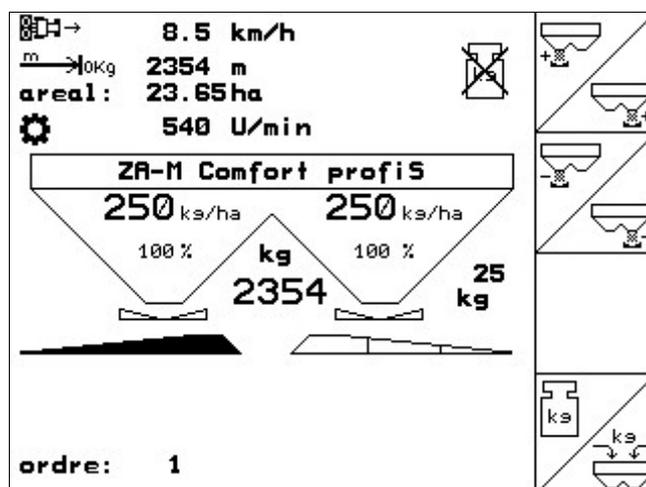

Fig. 38
- Den spredte gødningsmængde vises i displayet (Fig. 38/1).